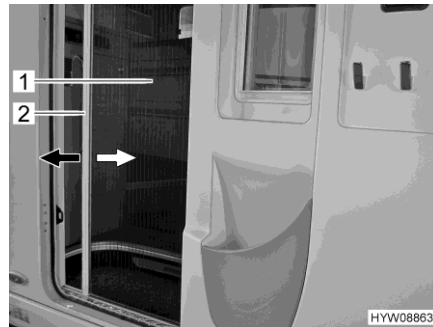

Bild 37 Insektenschutz (Eingangstür)
- Griffleiste (Bild 37,2) mit beiden Händen fassen und Insektenschutz (Bild 37,1) gleichmäßig aus der Türaufnahme ziehen.
- Griffleiste (Bild 37,2) mit beiden Händen fassen und Insektenschutz (Bild 37,1) mit leichtem Druck zurück in die Türaufnahme schieben.